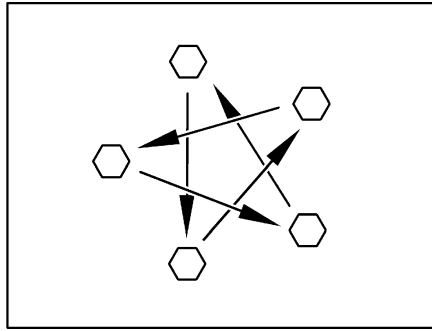

Fig. 374 Serrare a croce i dadi o i bulloni delle ruote
- Controllare regolarmente il serraggio dei dadi o dei bulloni. Regolare a croce (Fig. 374) il serraggio dei dadi o dei bulloni di una ruota sostituita dopo circa 50 km.
- ▷ Serrare a croce i dadi o i bulloni delle ruote (Fig. 374).